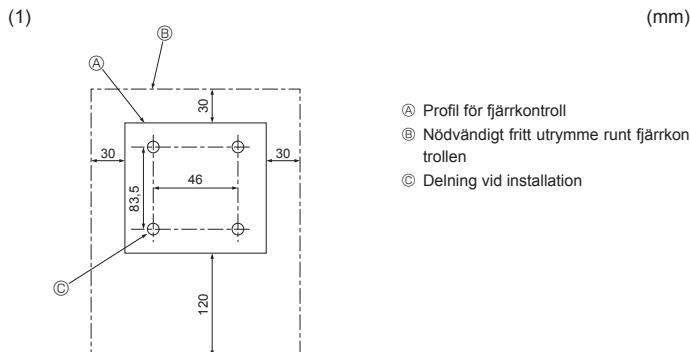

Fig. 6-2
6.2. Fjärrkontroll (Fig. 6-2)
(1) Välj installationsplats för fjärrkontrolle. (Fig. 6-2)